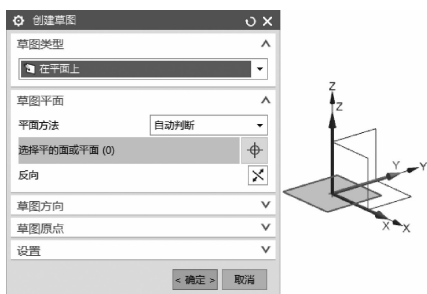
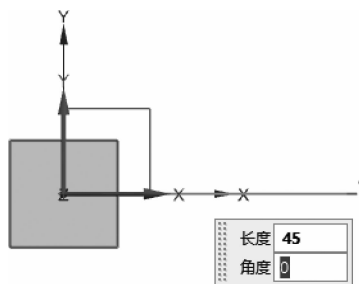
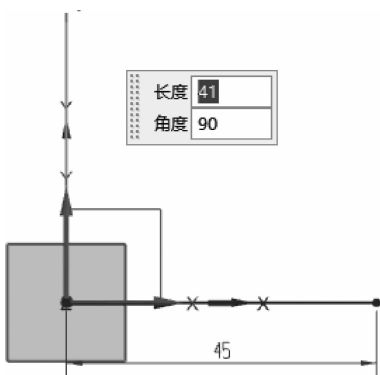

图 2-4 选择平面上绘制图
图 2-5 创建水平直线
图 2-6 创建竖直直线
(3) 选择在平面上绘制图,如图 2-4 所示。在“草图”工具条中单击图标,创建长度为 45 的水平直线,如图 2-5 所示;同样创建任意长度的竖直直线,如图 2-6 所示。